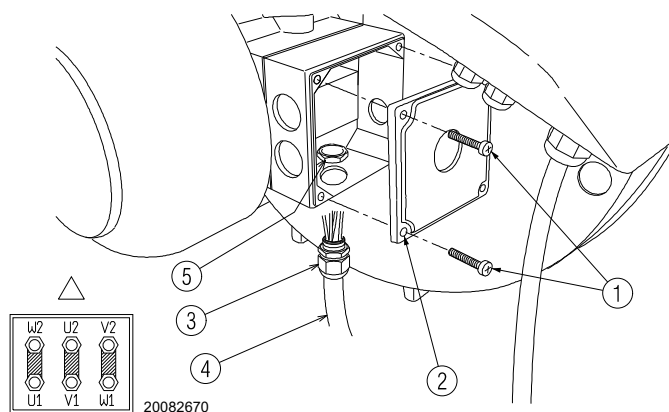

Fig.24
- para acceder a la caja del motor, desenroscar los cuatro tornillos 1)(Fig.24) y quitar la tapa 2);
- instalar el cable 4) con el racor en la caja del motor, fijándolo perfectamente con la tuerca 5)(Fig.24).
- Realizar un control visual final y cerrar la caja del motor enroscando los 4 tornillos 1)(Fig.24).